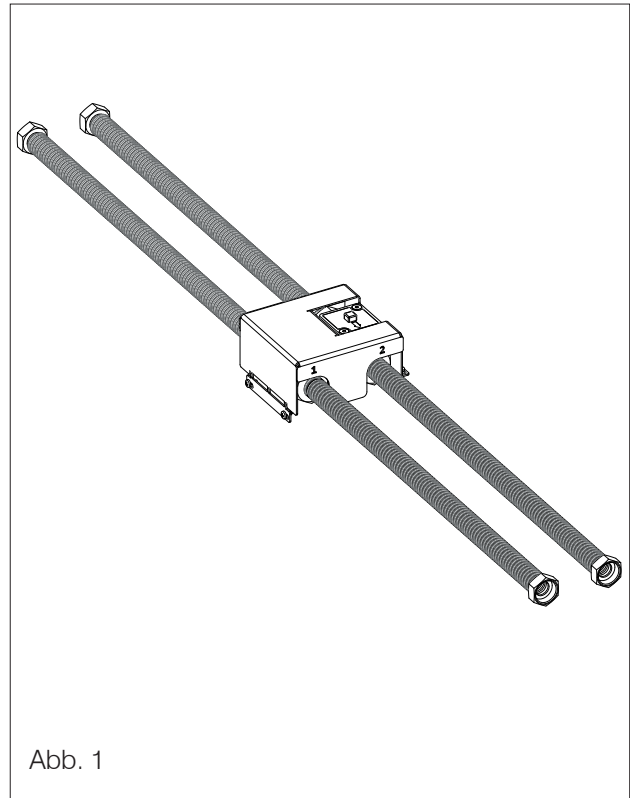

Abb. 1
- Den zusammengebauten Antikondensat-Bausatz (Abb. 1)